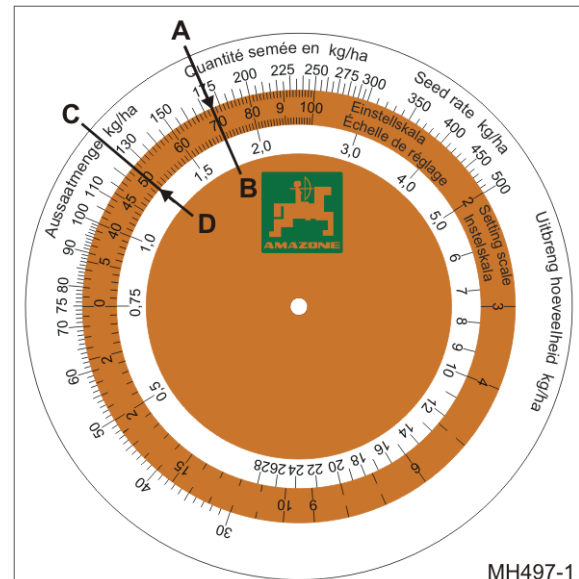

Fig. 200
- o beregnet udbringningsmængde 175 kg/ha (Fig. 200/A)
- o gearindstilling 70 (Fig. 200/B) over hinanden på regneskiven.
2. Aflæs gearindstillingen for den ønskede udbringningsmængde på 125 kg/ha (Fig. 200/C) på regneskiven.
- Gearindstilling 50 (Fig. 200/D).